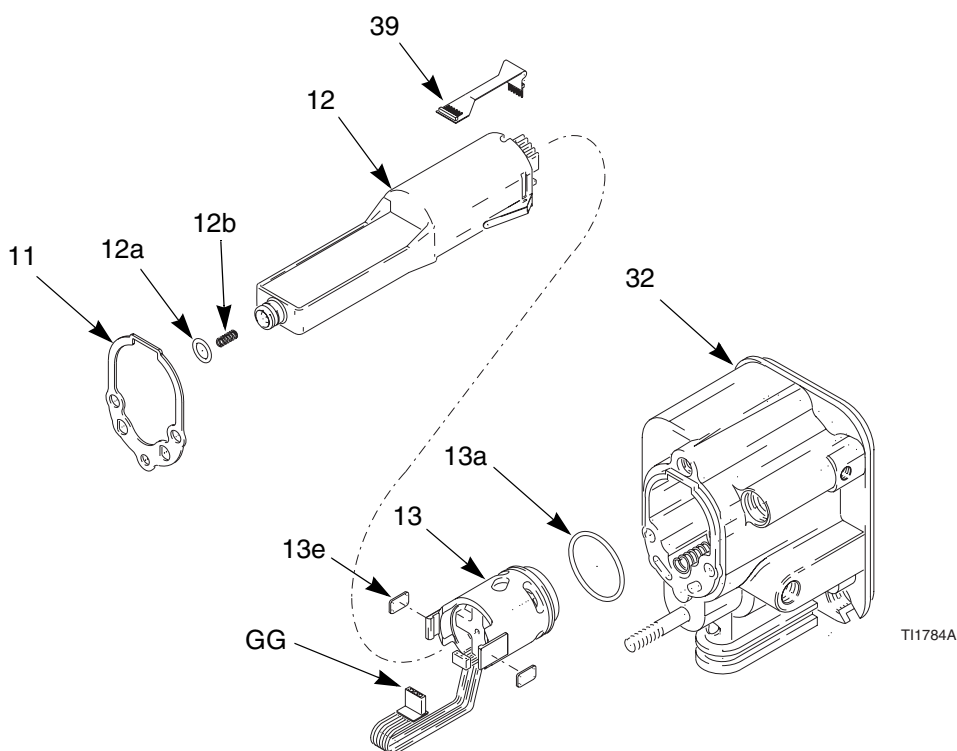

Fig. 33. Alimentation électrique
3. Saisir le générateur (12) à la main. Dégager l'ensemble générateur/alternateur du corps du pistolet (32) par un mouvement oscillant de côté, puis l'extraire avec précaution. Débrancher le circuit électrique flexible (39) de la prise située sur le dessus du corps (32). Voir Fig. 33.
4. Débrancher le connecteur 3 fils (GG) du générateur. Faire coulisser l'alternateur vers le haut et le sortir du générateur. Examiner l'état du générateur et de l'alternateur. Débrancher le circuit électrique flexible à 6 broches (39) du générateur.